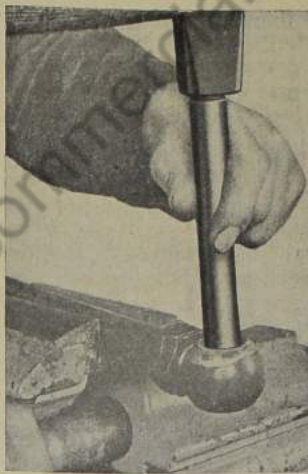

Bild 542: Untere Kugelpfanne aus dem Lenkstangenkopf herausschlagen
4. Untere Kugelpfanne (543/6) mit gut passendem Dorn aus dem Lenkstangenkopf (543/7) herausschlagen (Bild 542).